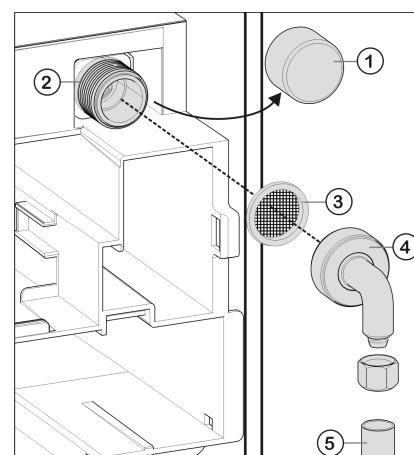

Fig. 32
- ▶ Retirer le capuchon Fig. 32 (1) de l'électrovanne Fig. 32 (2).
- ▶ S'assurer que le joint Fig. 32 (3) est inséré dans le coude Fig. 32 (4).
- Raccorder le coude *Fig. 32 (4)* à l'électrovanne *Fig. 32 (2)* et bien serrer à l'aide d'une clé plate par exemple.
- Raccorder la ligne domestique *Fig. 32 (5)* (cuivre par ex.) au coude *Fig. 32 (4)*.